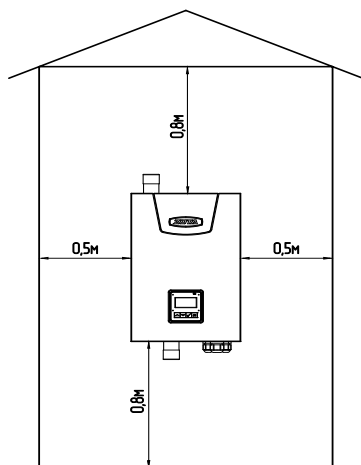

Рис.4 Схема установки электроводонагревателя
6.2. При монтаже электроводонагревателя необходимо выдерживать минимальные расстояния до стен, пола и потолка, указанных на Рис.4. Расстояния необходимо соблюдать для удобства эксплуатации и сервисного обслуживания.